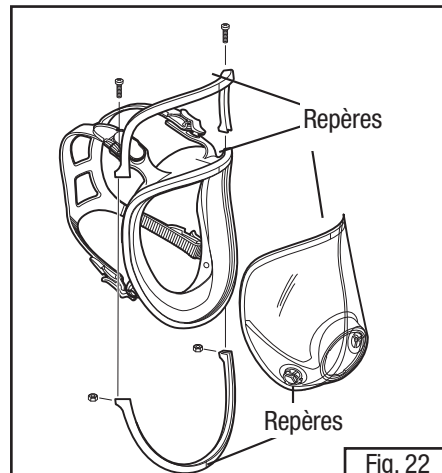

Fig. 22
5. Placer une lentille et un joint facial neufs en alignant les repères supérieurs et inférieurs. Placer les parties supérieure et inférieure du cadre en alignant les repères inférieurs et supérieurs. Installer et serrer les vis. S'assurer que les repères supérieurs et inférieurs de tous les composants sont adéquatement alignés (Fig. 22).
2. Placer la partie inférieure du cadre en alignant les repères verticaux centraux et appuyer pour fixer (Fig. 22).